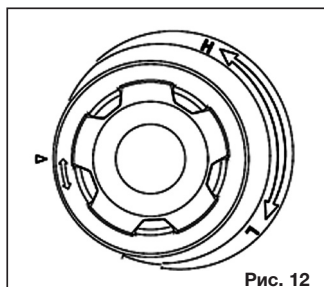

Рис. 12
- Глубина обработки устанавливается с помощью рукоятки регулировки (рис.12).